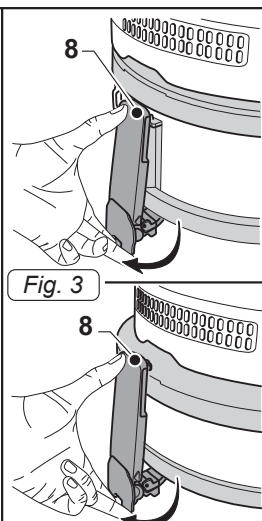

Fig. 3
- Desenganchar las palancas (8 Fig. 3) y quitar la tapa (9 Fig. 4) junto al grupo motor y el soporte del flotador (46 Fig. 4).
- Montar el soporte del flotador (46 Fig. 35) con la flecha "**FRONT**" alineada con la parte delantera de la máquina (58 Fig. 35); luego, montar la tapa (9 Fig. 35) y bloquearla mediante las palancas (8 Fig. 3).